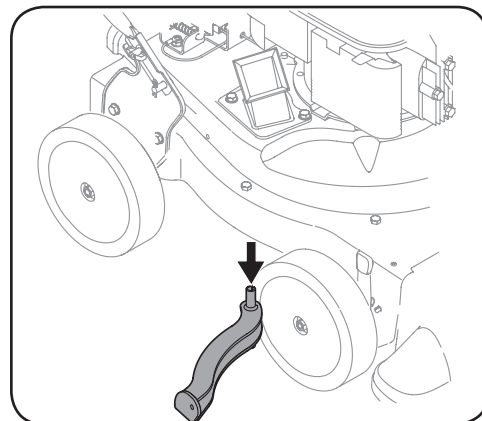

Figura 5-3
6. Saque la pantalla y límpiela con un cepillo o lávela con agua. Vea la Figura 5-3.